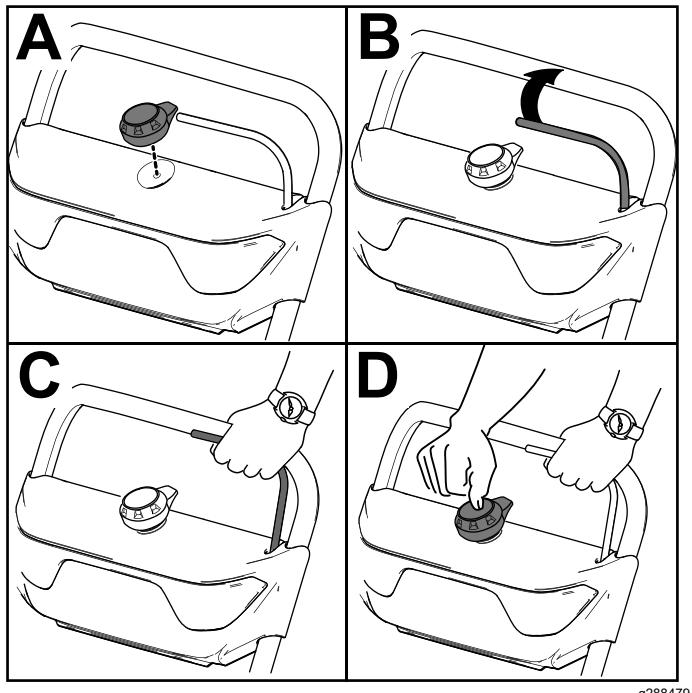

**Figure 9**
2. Soulevez le couvercle du compartiment de la batterie (A de Figure 9).
3. Placez le creux de la batterie devant la languette sur la machine, et insérez la batterie dans le compartiment jusqu'à ce qu'elle s'enclenche en position (B de Figure 9).
4. Refermez le couvercle du compartiment de la batterie (C de Figure 9).